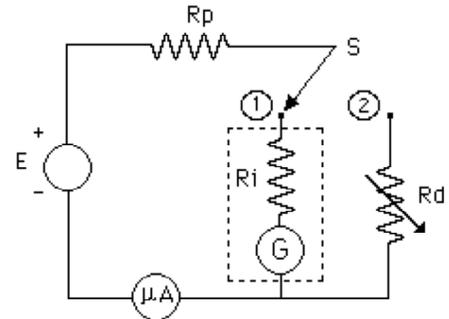

Figura 1
- 7.- La Figura 1 muestra el circuito para determinar la resistencia interna de las escalas de un instrumento (galvanómetro o amperímetro) aplicando el método de sustitución. Explique el procedimiento a seguir y especifique cuáles son las precauciones que se deben tomar para no dañar el instrumento durante la medida.
7.- Determine la resistencia interna para tres escalas del amperímetro con el método de sustitución, utilizando el circuito de la Figura 1. Como resistencia de protección va a utilizar 1K o 10 K, dependiendo si el amperímetro analógico se encuentra conectado en las escalas altas o bajas. Como medidor de referencia va a utilizar el amperímetro del multímetro digital. Dibuje a continuación el circuito, indicando el valor de todos los componentes. Al hacer las conexiones de los instrumentos, **tenga cuidado con la polaridad de los amperímetros al conectarlos en el circuito.** Antes de conectar la fuente DC al circuito, coloque su salida en 0V. Incremente lentamente el valor de la fuente DC, observando la lectura de los dos amperímetros hasta ajustar la corriente en un valor fácil de observar en el amperímetro digital. Una vez realizada la medida, registre los resultados en la siguiente tabla. La información sobre las diferentes resistencias internas le será útil para corregir los errores sistemáticos que pueda cometer al realizar otras mediciones. (Se va a realizar una sola medida de cada parámetro).